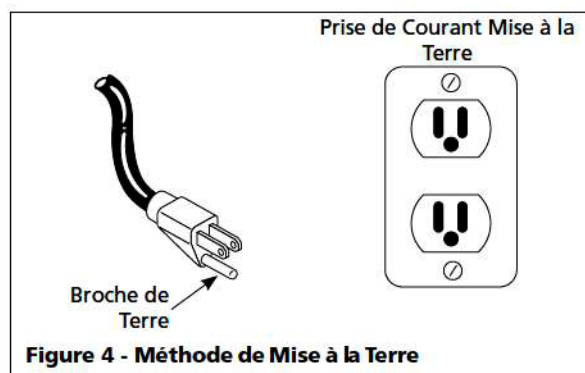

Figure 4 - Méthode de Mise à la Terre
3. Ce produit est conçu pour l'utilisation d'un circuit de 120 volts et a une fiche de mise à la terre comme celle indiquée sur la Figure 4. S'assurer que l'appareil est branché à une prise de courant qui a la même configuration que la fiche. Ce produit doit être mis à la terre. Dans l'événement d'un court-circuit, la mise à la terre diminue le risque de secousse électrique en fournissant un fil d'échappement pour le courant électrique. Ce produit est équipé avec un cordon qui a un fil de terre avec une fiche de terre. La fiche doit être branchée dans une prise de courant qui a été installée et mise à la terre correctement en respectant tous les codes et règlements locaux.